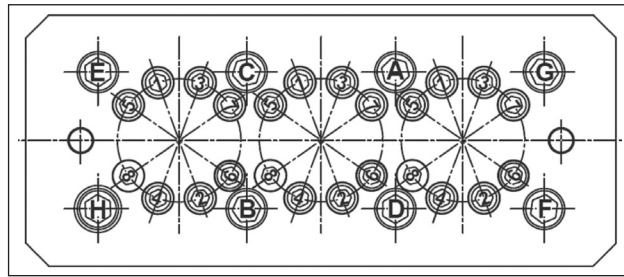

图 51
** 泵头固定螺钉必须按照图 51图表中所述的步骤和顺序拧紧。
*** 缸套固定螺钉必须按照图 51图表中所述的步骤和顺序拧紧。